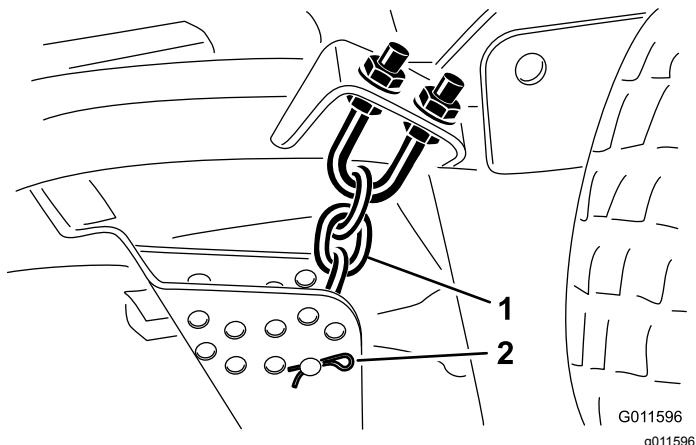

Figura 19
8. Retire o perno de gancho e pino de segurança que fixam as correntes da altura de corte à traseira da plataforma do cortador (Figura 19).